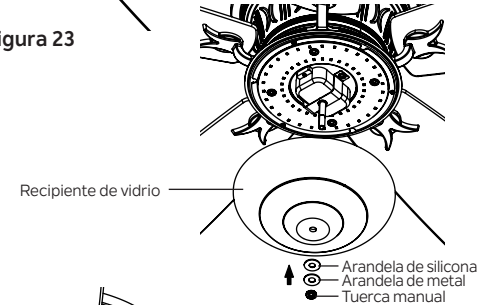

Figura 24
**Paso 3.** Levante la pantalla de vidrio hasta el kit de luces, lo que permite que la varilla roscada pase por el orificio central en la parte inferior de la pantalla de vidrio. Coloque la arandela de silicona y la arandela de metal sobre la varilla roscada, luego atornille la tuerca manual en la varilla roscada hasta que quede apretada. NO AJUSTE EN EXCESO. (Figura 24)
**Paso 1.** Retire la placa de pared existente y el interruptor antiguo de la caja de salida de pared. Cablee los cables NEGROS (vivos) junto con el conector e introdúzcalos nuevamente dentro de la caja de salida. (Figura 24)